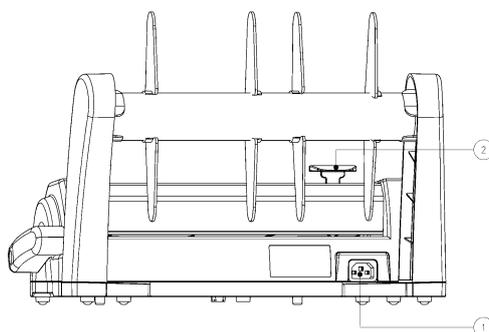

fig. 5 Punto di connessione
Inserire la presa femmina del cavo elettrico nella porta di alimentazione (1) della macchina (vedi fig. 5). Inserire il cavo elettrico nella presa a muro.